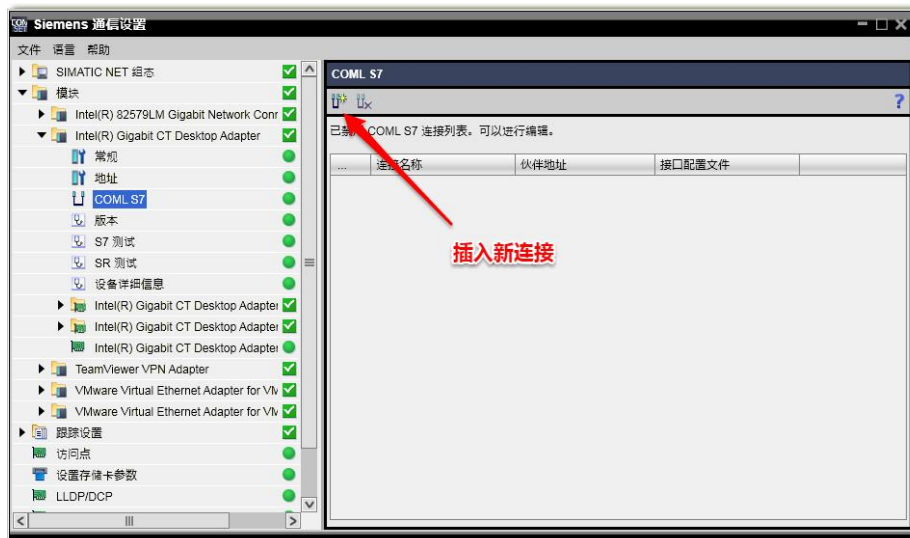
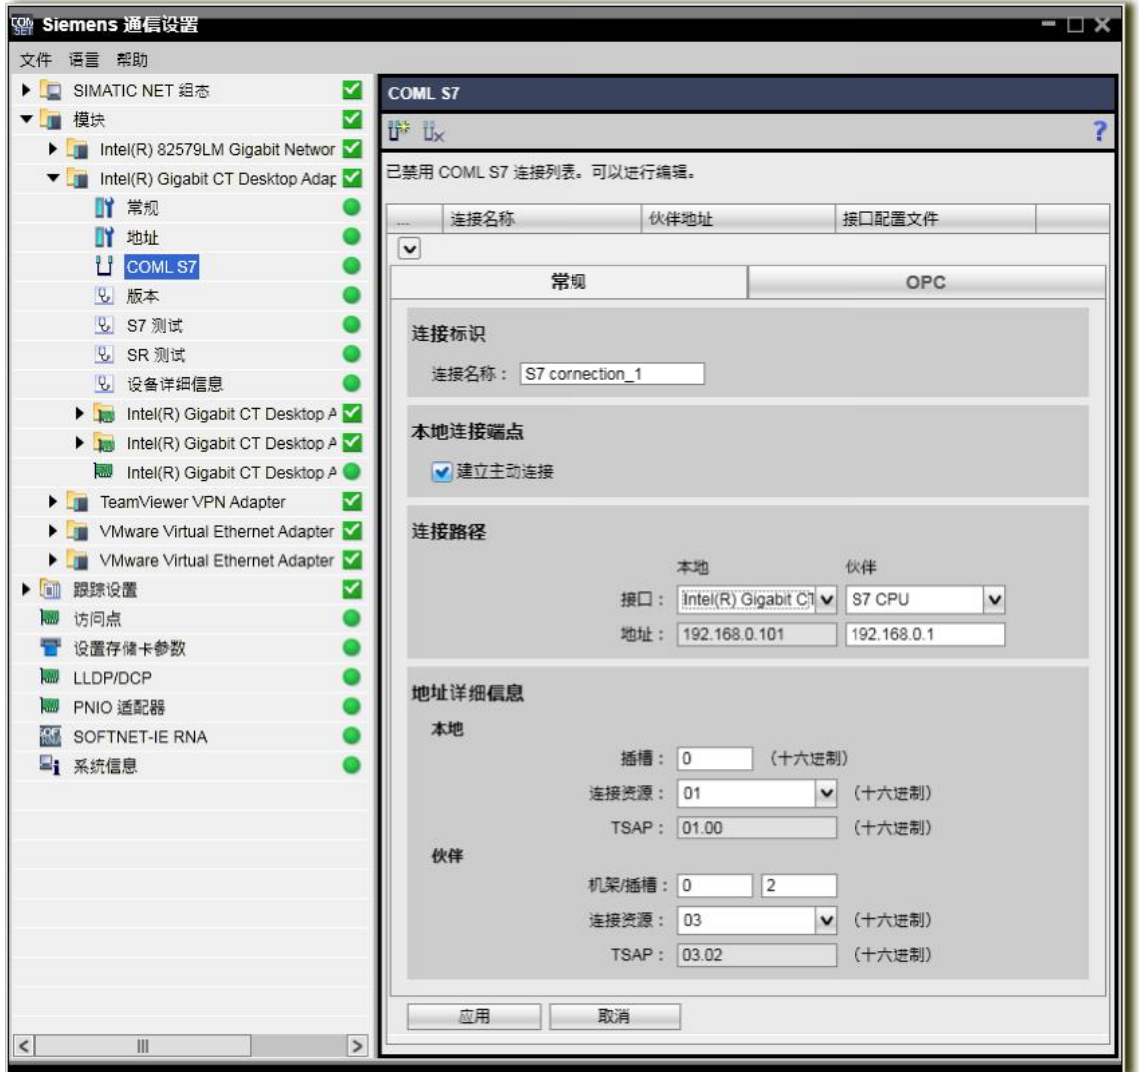

图 3 插入新连接
图 4 设置连接参数
如图 3 所示，此处使用 Intel(R) Gigabit CT Desktop Adapter 接口与 S7-300 PLC 通讯。
单击图 3 的  图标添加新的 S7 连接，在如图 4 中设置连接参数。